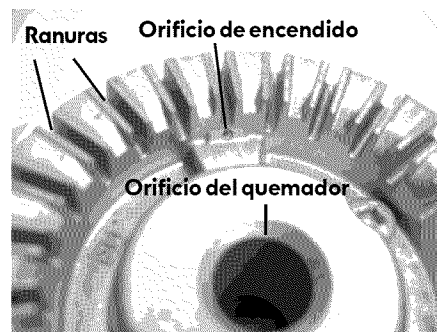

Fig. 1 - Cabeza de quemador superior
2. Retire la asadera y el inserto (vea la Fig. 1).
5. Coloque el inserto en la asadera y coloque los alimentos preparados en el inserto. Coloque la asadera y el inserto con alimentos en el cajón de asar sobre la parrilla como se muestra (vea la Fig. 1). Cierre completamente el cajón de asar.
Cada cabeza de quemador tiene un orificio de encendido ubicado según se muestra. Si experimenta problemas de encendido, es posible que este orificio de encendido esté parcialmente tapado con suciedad. Con la cabeza del quemador en su lugar, utilice una aguja fina o el extremo de un clip para limpiar el agujero de encendido (vea la Fig. 1; se muestra el estilo redondo; el quemador ovalado de algunos modelos no se muestra).
1. Abra completamente la puerta del horno (dejándola horizontal con el piso – vea la Fig. 1).